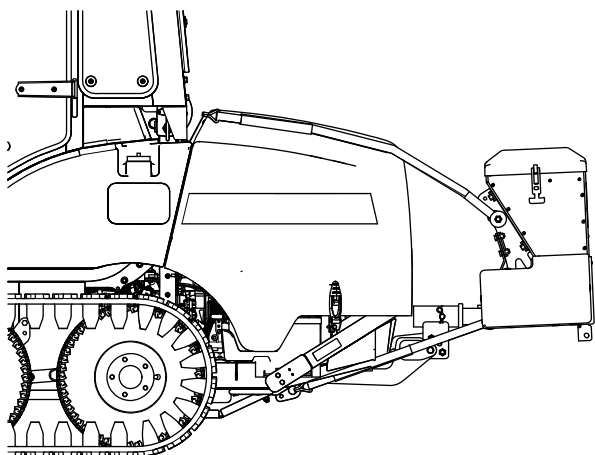

Figure 18
1. Insérez l'attelage de l'épandeur dans le récepteur d'attelage du véhicule et alignez le second trou de l'attelage de l'épandeur sur le trou de l'attelage du véhicule (Figure 18).